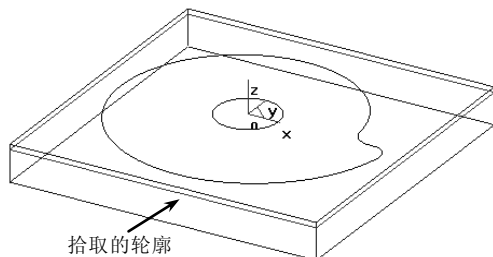

图 2-96 拾取的轮廓
1) 完成加工参数设置后，单击“确定”按钮，系统在界面的左下方提示“拾取轮廓”，拾取的外面加工对象如图 2-96 所示，并选择串联方向，系统又提示“拾取岛屿”，直接单击鼠标右键即可。